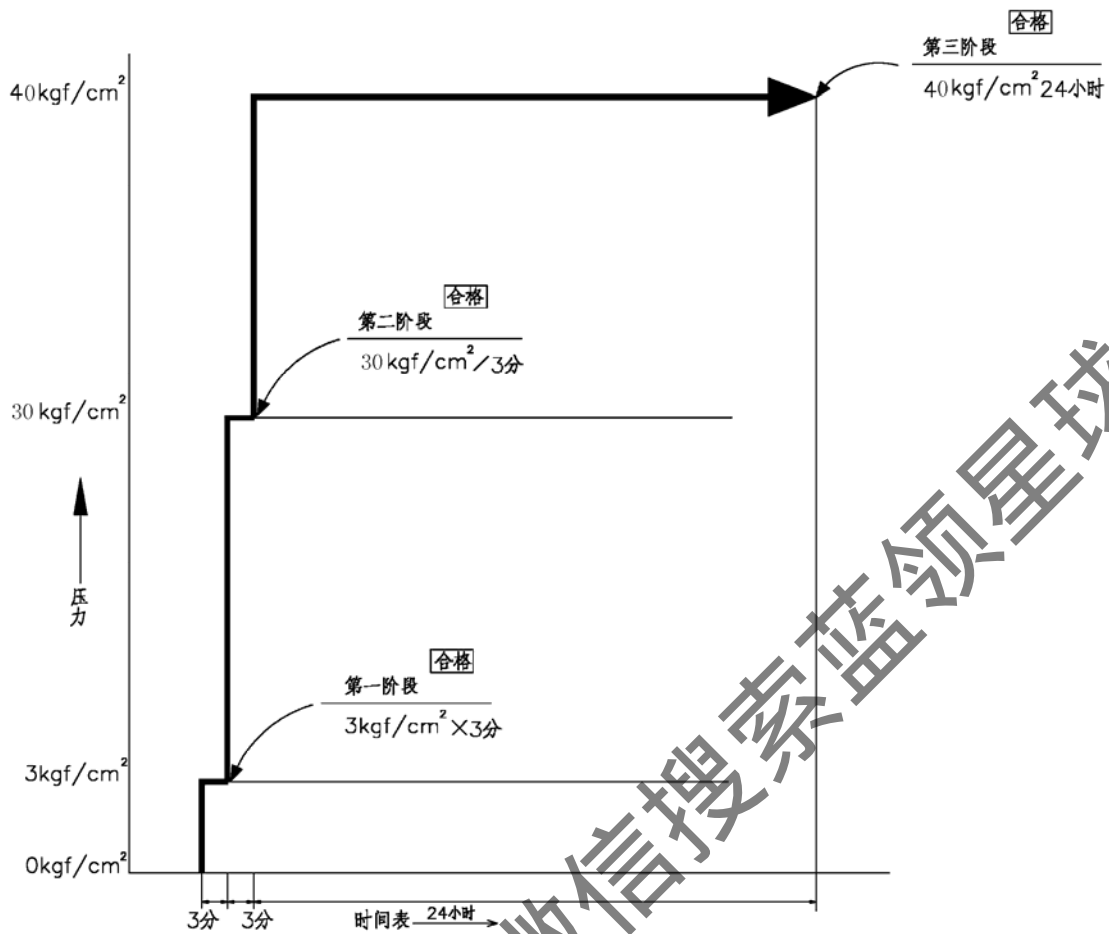

图 68: 气密性实验加压分段控制图
- b) 加压要进行分阶段加压,加压分段控制如下图 68 所示;